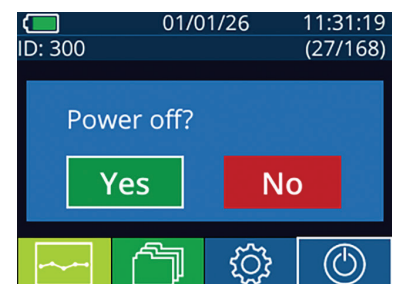

Bild 44
- Navigera till startskärmen och välj **strömikonen** (bild 44), bekräfta sedan med **Yes** (Ja) för att stänga AV (bild 44).